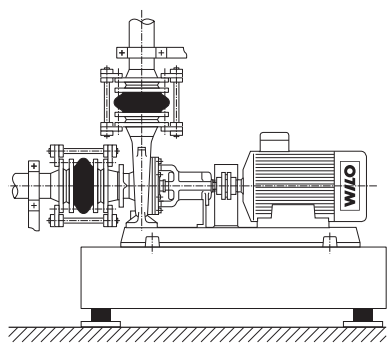

Fig. 10: Čerpadlo pripojte bez napätia
- Potrubie nesmie prenášať sily na čerpadlo. Musia sa zachytiť pred čerpadlom a pripojiť bez napätia (pozri Fig. 10).
- Rozpínanie potrubia pri zvyšovaní teploty kompenzujte vhodnými opatreniami (pozri Fig. 10). Príslušnou inštaláciou zabráňte vzduchovým bublinám v potrubí.